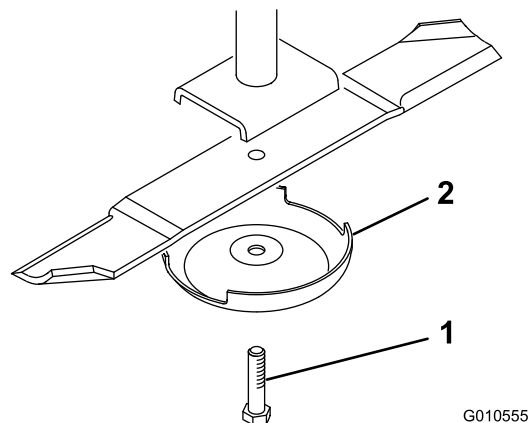

Bild 24
4. Halten Sie das Ende des Messers mit einem stark wattierten Handschuh oder wickeln Sie einen Lappen um es herum. Entfernen Sie die Messerschraube, die Antiskalpierkuppe und das Messer von der Spindelwelle (Bild 24).